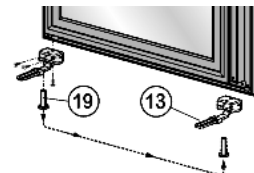

Fig. 12
- ▶ Placer la butée Fig. 12 (13) sur le côté opposé et visser avec un couple de serrage de 2 Nm.
- ▶ Vérifier s'il y a une douille en plastique blanc dans la charnière de porte du côté opposé. Dans le cas contraire* : Retirer la douille en plastique Fig. 12 (19) blanc de la charnière de porte et l'insérer avec précision dans la charnière du côté opposé.